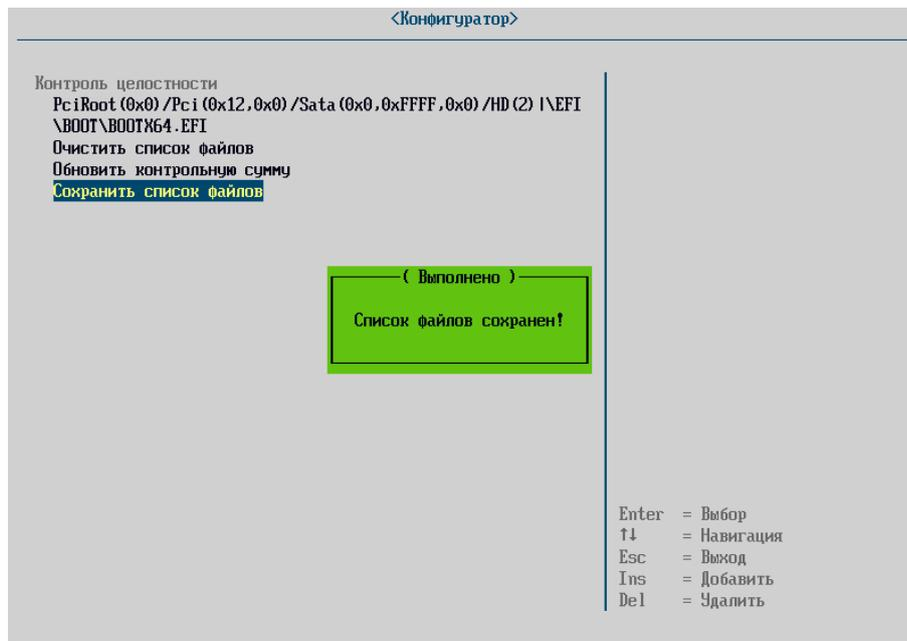

Рисунок 120 – Обновление контрольной суммы
3) для обновления контрольной суммы файла перейдите в меню «Панель управления» → «Конфигуратор» → «Профиль загрузки, целостность которого нарушена» → «Контроль целостности», обновите контрольную сумму и сохраните список файлов (см. рисунок 120);